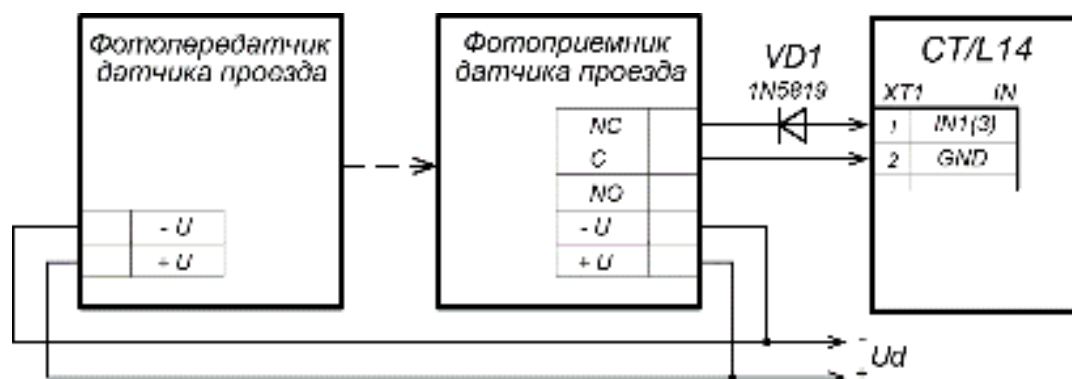

Рисунок 9. Пример схемы подключения датчиков проезда
3. Датчик проезда подключается к клеммной колодке **ХТ1** нижней платы контроллера согласно схеме, представленной на рис. 9. Для подключения используйте тип кабеля №4 (см. табл. 3). При подключении нескольких датчиков их выходы включаются последовательно.